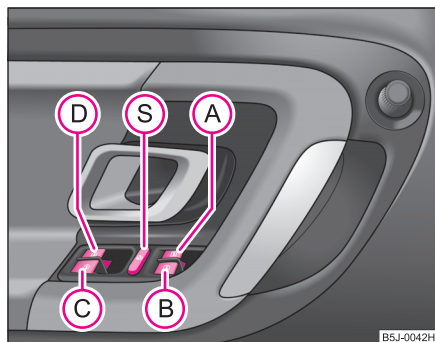

Fig. 29 Teclas en la puerta del conductor
Los conmutadores para las diferentes ventanillas se encuentran en la unidad de mando de la puerta del conductor ⇒ fig. 29, puerta del acompañante y en las puertas traseras*.
Ud. puede poner fuera de funcionamiento los conmutadores en las puertas traseras pulsando el conmutador de seguridad Ⓔ ⇒ página 55, fig. 29. Se ponen de nuevo en funcionamiento las teclas en las puertas traseras pulsando repetidamente el conmutador de seguridad Ⓔ.
- Si se transporta niños en los asientos traseros, se recomienda poner fuera de funcionamiento los elevalunas eléctricos de las puertas traseras (conmutador de seguridad) Ⓔ ⇒ página 55, fig. 29.